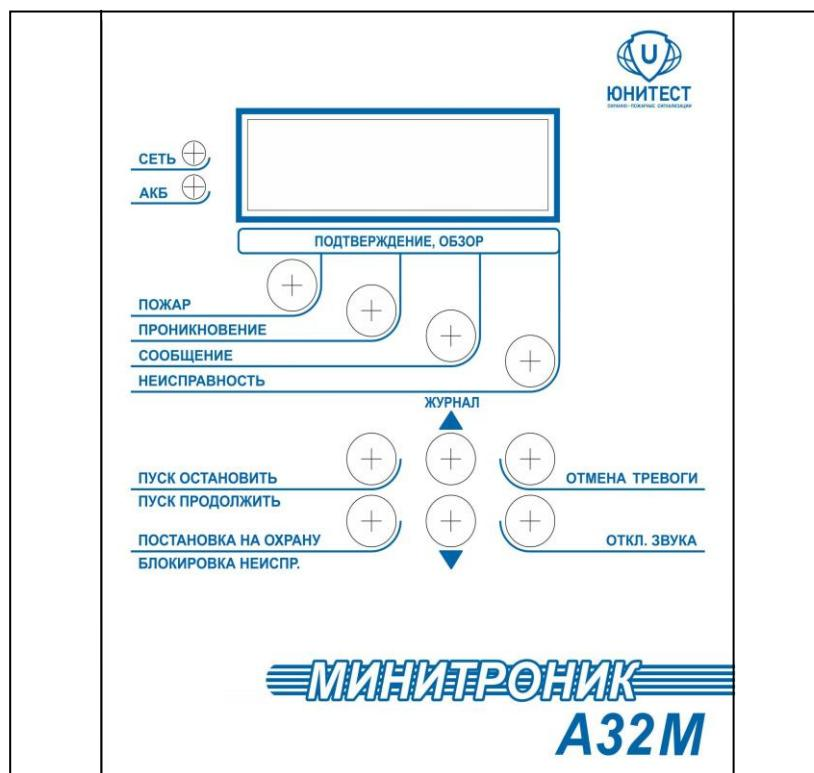

Рис.1. Внешний вид АПКП «Минитроник A32M».
1.10. Внешний вид АПКП показан на рис.1. ВПУ в точности повторяет лицевую панель АПКП.